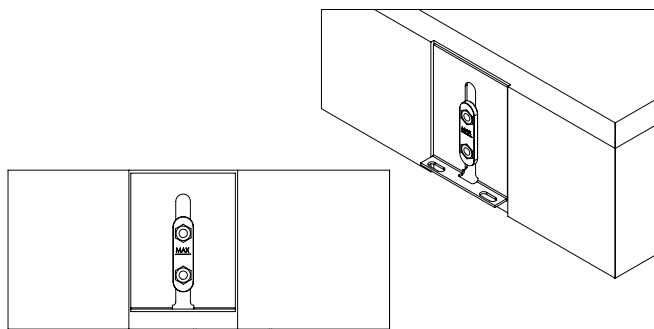

図12
- 提供されている8つの小ネジでL-ブラケットをタブに固定します。(図12をご覧ください)